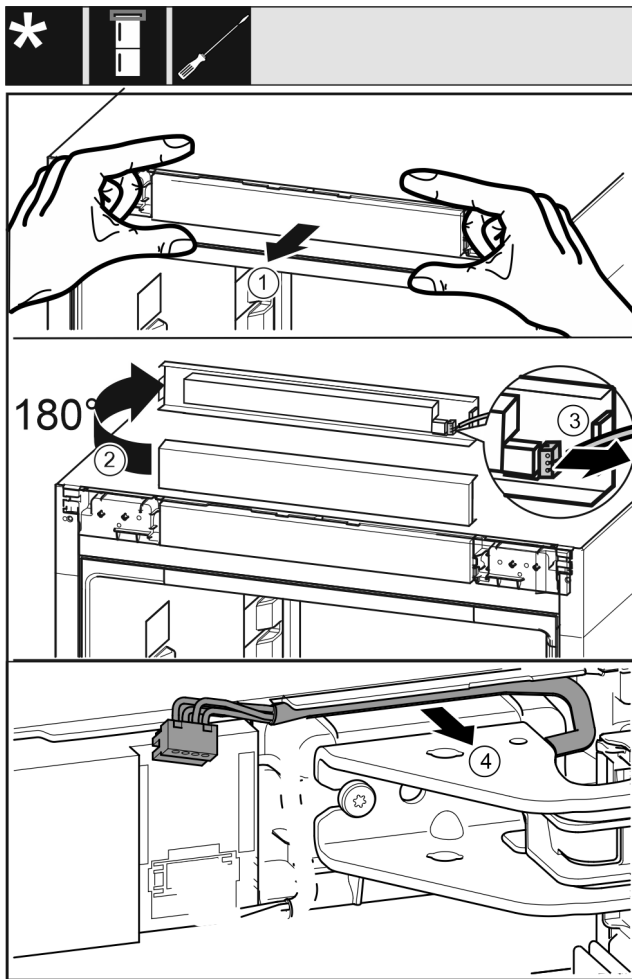

Fig. 18
- Bedienblende Fig. 18 (1) vorsichtig nach vorne lösen.
- Bedienblende Fig. 18 (2) nach oben um 180° drehen.
- Rastnase Fig. 18 (3) nach hinten drücken und den Stecker vorsichtig herausziehen.
- Kabel Fig. 18 (4) über Lagerbock vorsichtig aus der Führung lösen.